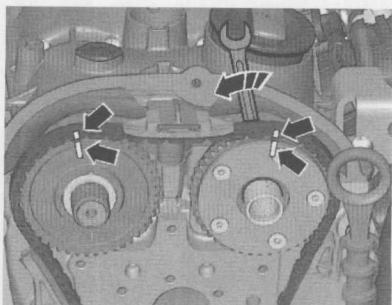

图1-3-9 正时标记对齐
②如图1-3-9所示，驱动链/链轮的标记必须重合，用扳手沿箭头方向旋转进气凸轮轴并将正时链装上。